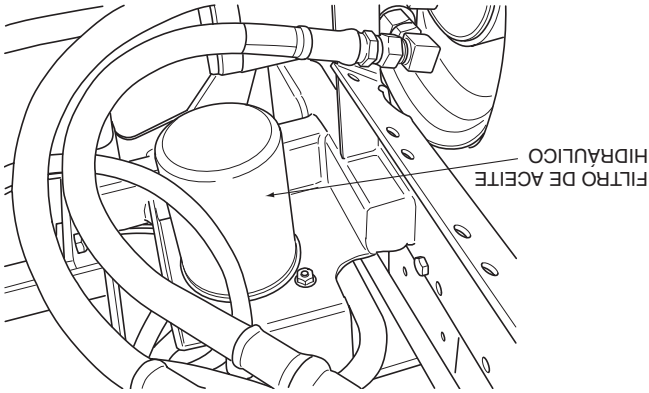

Figura 7-3. Filtro de aceite hidráulico
1. Quite el elemento del filtro de aceite y deséchelo adecuadamente. Vea la Figura 7-3). Llene el nuevo filtro con aceite limpio de motor e instálelo. Apriételo a mano solamente.
de aceite hidráulico. Quite la tapa de llenado del depósito y el tapón del drenaje del fondo de la T de drenaje de la base del filtro. Vea la Figura 7-3). Permita drenar el fluido en el recipiente y deséchelo apropiadamente.